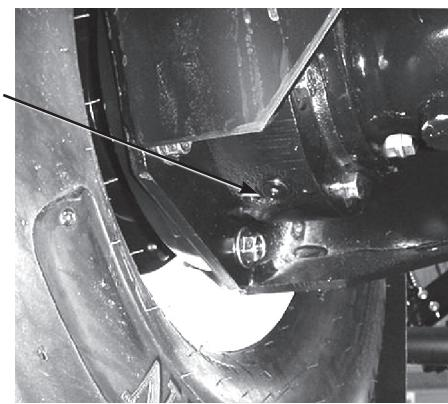

図45
4. 内側のドレン・プラグの下に容器を置き、このプラグを外す(図45)。